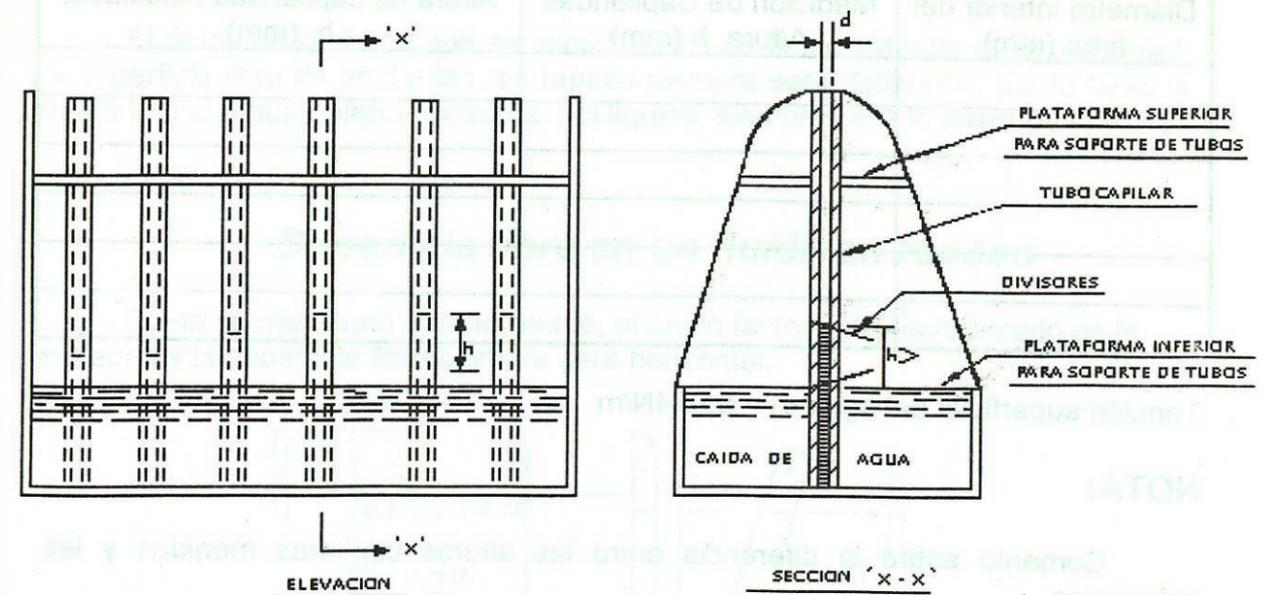

Figura 2.5
- d) Marque el patrón de elevación capilar como se indica en la figura 2.5.